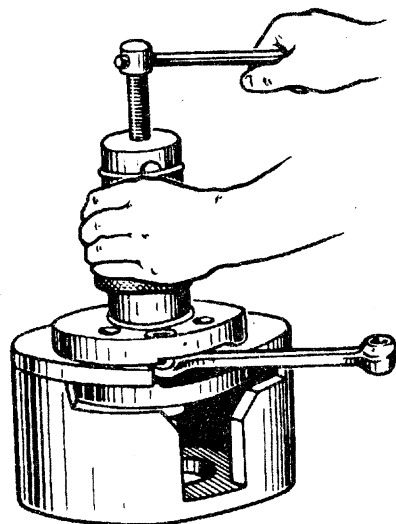

Рис. 3.22. Снятие подшипника с полуоси коленчатого вала
- снять подшипники с полуосей коленчатого вала при помощи съемника П-15 (см. табл. 7.4) и рис. 3.22.